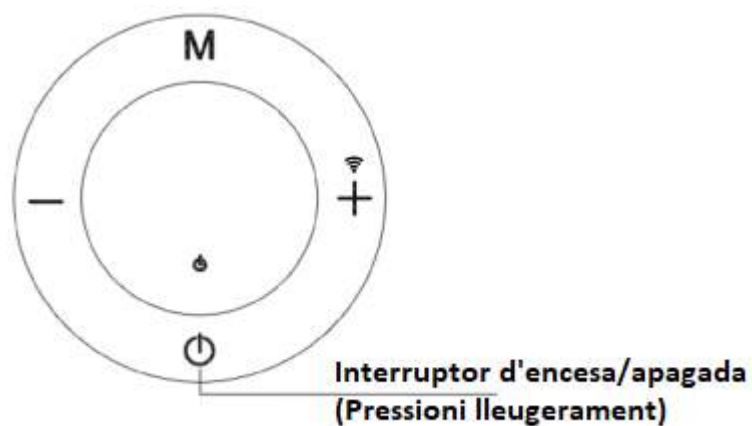
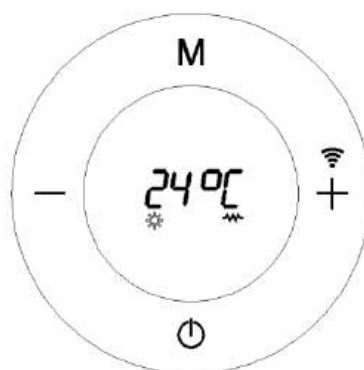
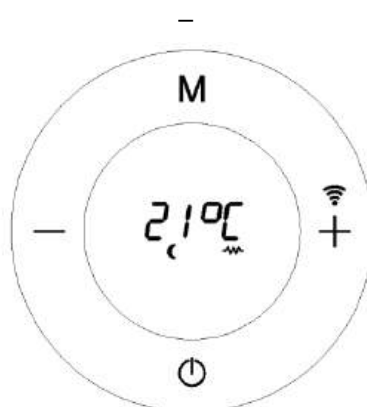
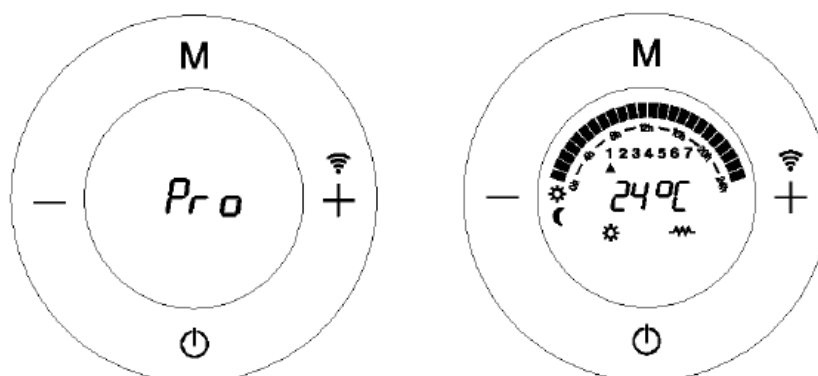

Fig.9
Fig.10
Fig.11
Fig.12
Premem  **(Fig 9)**, l'aparell s'encendrà i apareixerà un dels següents quatre modes. **(Fig 10, Fig.11, Fig 12, Fig 12, Fig 13)**
**Mode Confort (Fig.10)**
**Mode Econòmic (Fig.11)**
#### Mode de programació: (Fig.12)